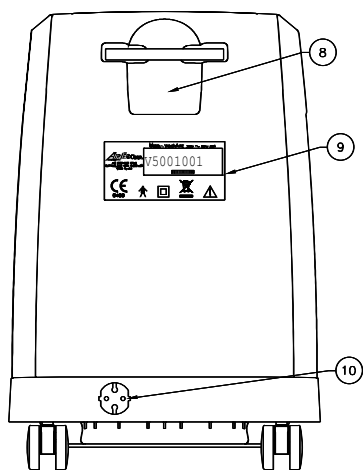

Fig. I.2
I. 2. Bagpanel (Fig. I. 2).....	2-DA
I. 2. Bagpanel (Fig. I. 2)